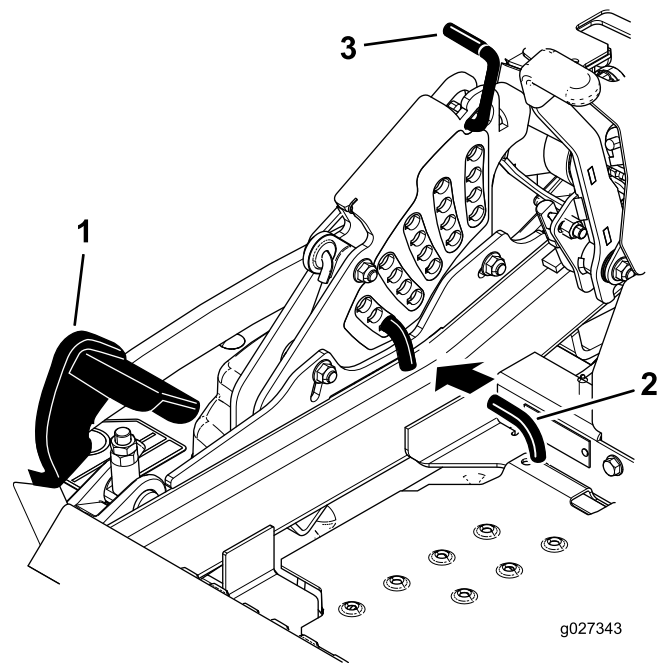

Figure 89
5. Enfoncez la pédale de levage du tablier de coupe au maximum pour verrouiller le tablier à la position TRANSPORT de 14 cm (5,5 po) (Figure 89).